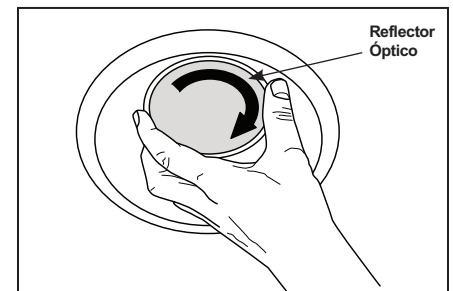

Figura 10
Paso 2. Localice el REFLECTOR ÓPTICO que fue empaquetado con la carcasa de remodelación y tome nota de los detalles en la pestaña en la parte superior. Instale el REFLECTOR ÓPTICO alineándolo e insertándolo en el accesorio y girando 1/4 de giro en el sentido del reloj hasta que tope (Figura 10).
Paso 1. Localice el REFLECTOR ÓPTICO que fue empaquetado con la carcasa de remodelación y tome nota de los detalles en la pestaña en la parte superior. Instale el REFLECTOR ÓPTICO alineándolo e insertándolo en el accesorio y girando 1/4 de giro en el sentido del reloj hasta que tope (Figura 10).